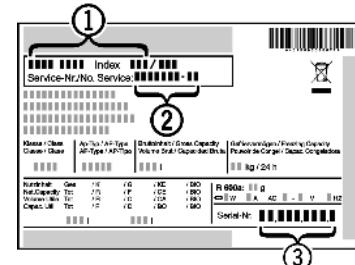

Fig. 17
- Назва пристрою Fig. 17 (1), сервісний номер Fig. 17 (2) та серійний номер Fig. 17 (3) вказані на табличці типів. Табличка типів знаходитьться всередині пристрою, зліва.
- Повідомте сервісну службу про характер неполадки, назву пристрою Fig. 17 (1), сервісний номер Fig. 17 (2) та серійний номер Fig. 17 (3).